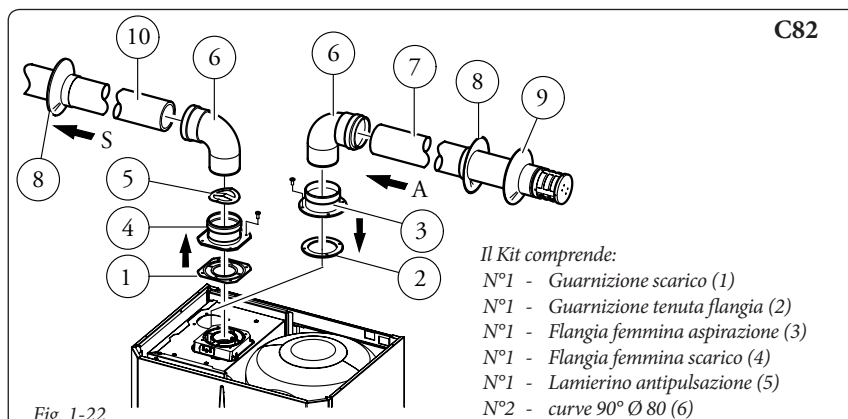

Fig. 1-22
Kit separatore Ø 80/80. Il kit separatore Ø 80/80, consente di separare i condotti di scarico fumi e aspirazione aria secondo lo schema riportato in figura (Fig. 1-22). Dal condotto (S) vengono espulsi i prodotti della combustione. Dal condotto (A) viene aspirata l'aria necessaria per la combustione. Entrambi i condotti possono essere orientati in qualsiasi direzione.
- Montaggio kit separatore Ø 80/80. Installare la flangia (4) sul foro più interno della caldaia interponendo la guarnizione (1) e serrare con le viti a testa esagonale e punta piatta presenti nel kit, inserire al suo interno fino a portarlo in battuta il lamierino antipulsazione (5). Togliere la flangia piatta presente nel foro più esterno e sostituirla con la flangia (3) interponendo la guarnizione (2) già presente in caldaia e serrare con le viti autofilettanti con punta in dotazione. Innestare le curve (6) con lato maschio (liscio) nel lato femmina delle flange (3 e 4). Innestare il terminale di aspirazione (7) con lato maschio